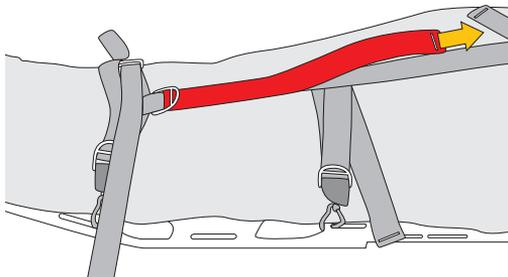

Fig.14
e) concludere l'immobilizzazione agendo sulla chiusura longitudinale (fig. 14),